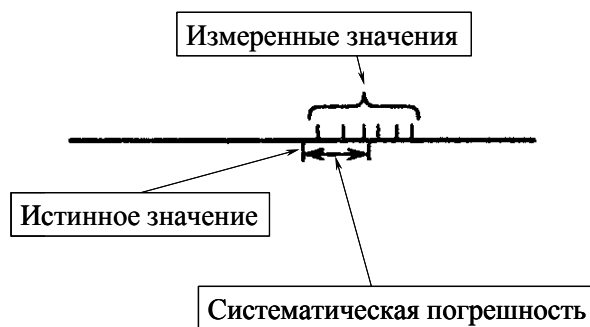

Рис.2
**Систематические погрешности** могут быть связаны с ошибками приборов (неправильная шкала, неравномерно растягивающаяся пружина, неравномерный шаг микрометрического винта, не равные плечи весов и т.д.) и с самой постановкой опыта. Они сохраняют свою величину (и знак!) во время эксперимента. В результате систематических погрешностей разбросанные из-за случайных погрешностей результаты опыта колеблются не вокруг истинного, а вокруг некоторого смещенного значения (рис.2). Погрешность каждого измерения искомой величины можно предсказать заранее, зная характеристики прибора.